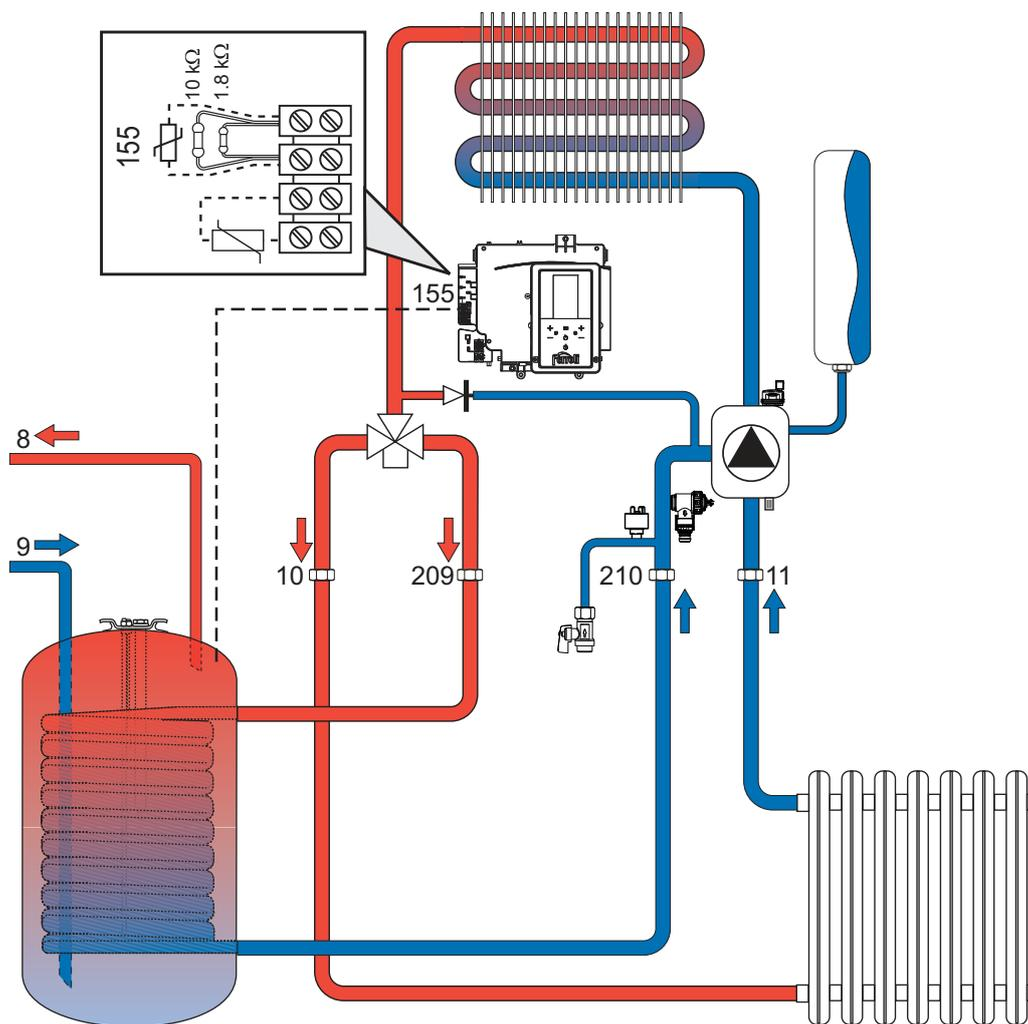

Рис. 26- Схема подключения внешнего бойлера
Электронная плата агрегата предназначена также для управления внешним бойлером для производства воды ГВС. Соединения труб системы отопления и ГВС должны быть выполнены в соответствии со схемой Рис. 26. Подсоедините датчик бойлера (155), удалив два резистора с клеммной колодки. При следующем включении агрегата система управления опознает датчик бойлера и автоматически настраивается на работу с ним, вызывая активацию дисплея и устройств управления, необходимые для работы в режиме ГВС (при этом параметр "b02" должен находиться в положении "3").